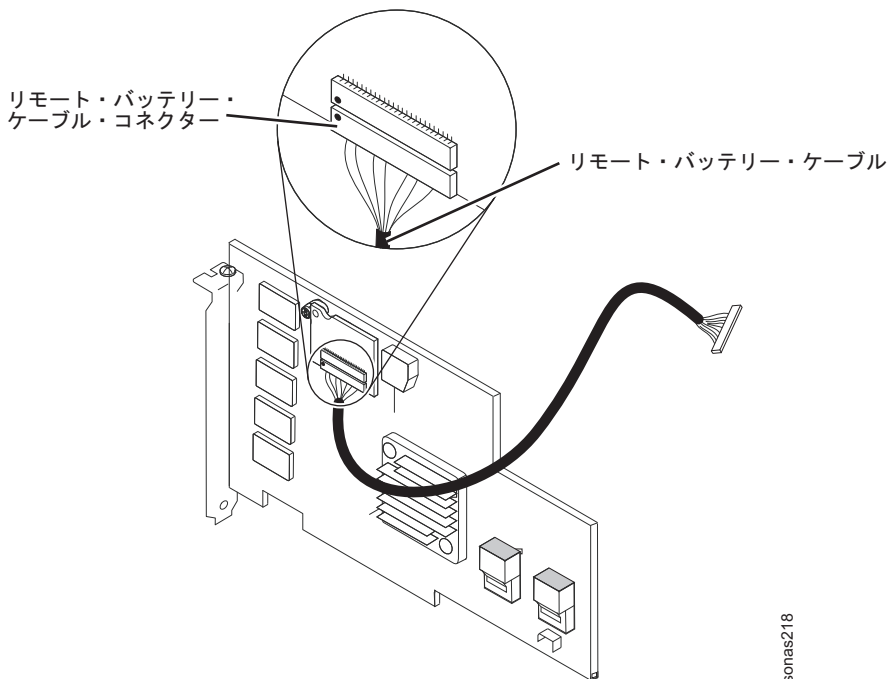

図 34. リモート・バッテリー・ケーブルの切り離し
- b. バッテリーおよびバッテリー・キャリアをトレイから持ち上げ、ServeRAID コントローラー上の変換コネクタ・カードからリモート・バッテリー・ケーブルを慎重に切り離します。 図 34を参照してください。